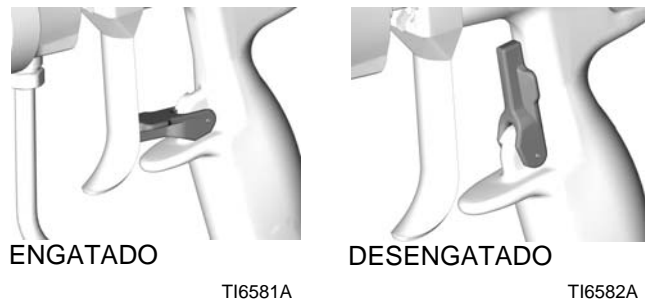

FIG. 12
1. Engate o fecho do gatilho. Consulte FIG. 12.
4. Desengate o fecho do gatilho. Consulte FIG. 12.
7. Engate o fecho do gatilho. Consulte FIG. 12.